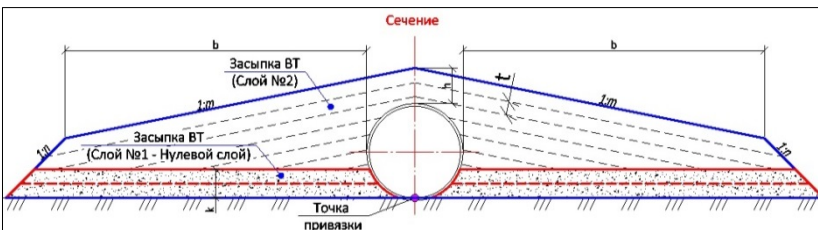
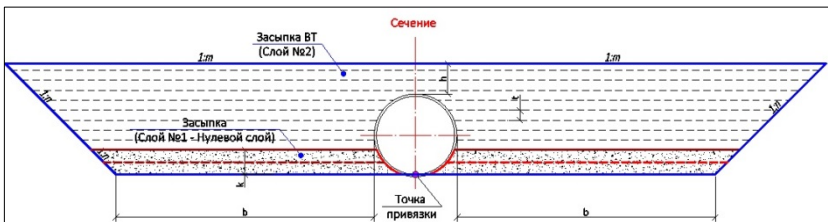

Рис. 10.20
Рис. 10.23
- ✓ **горизонтальная двухслойная** – нижний слой (нулевой) отсыпается горизонтально (рис. 10.20);
- ✓ **двухслойная** – нижний и верхний слои отсыпаются горизонтально (рис. 10.23);
Слои засыпки могут ограничиваться наклонными плоскостями с крутизной $1:n$ ($n=1$) – **двухслойная засыпка до отсыпки насыпи** (рис. 10.20, 10.21) или **засыпка в прогале** (рис. 10.23, 10.24).
Ширина **b** равна **4 м**, заложение **m** равно **5** всегда, кроме типа **двухслойная в прогале насыпи** (рис. 10.23).
- **Толщина слоев, м** – параметр для уточнения толщины слоя *t* послойной отсыпки (рис. 10.20 – 10.24).